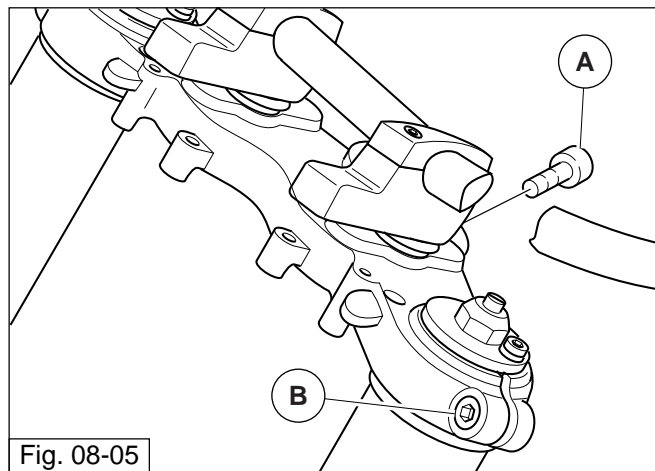

Fig. 08-05
- Svitare le viti "A" e "B" di tenuta superiore (fig. 08-05);
- Unscrew the upper sealing screws "A" and "B" (fig. 08-05);
- Die Schrauben "A" und "B" für den oberen Halt (Abb. 08-05) lösen.